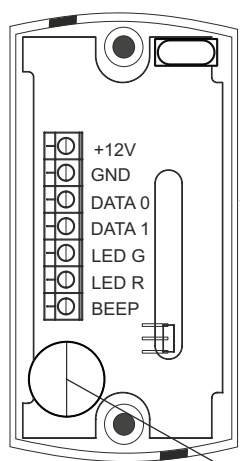

Fig. 4
2. Kople ledningene til leserens kontakt iht. fig. 4 og 5.